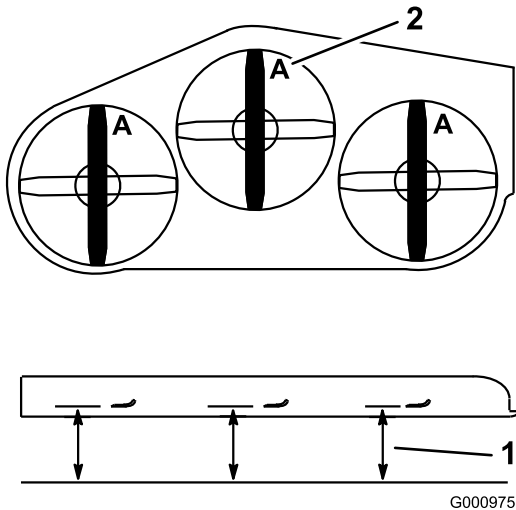

図 76
2. Aの位置で(図 76)、平らな床面からブレードの刃先までの高さを測る。